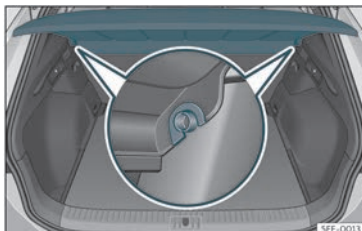

Fig. 106 Na bagageira: desmontar e montar a chapeleira.
- Desencaixe a chapeleira dos suportes laterais >>> **Fig. 106** puxando-a para cima e retire-a.
- Introduza a chapeleira horizontalmente fazendo coincidir a «fechadura» sobre o eixo dos suportes >>> **Fig. 106**, e pressione para baixo até que encaixe.